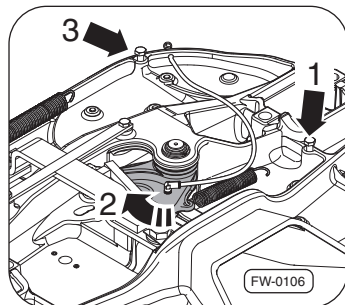

Рис. 30 · Отсоединение пружин
2. Отсоедините пружины запирающего элемента ⇒ рис. 30, –стрелка 1–.